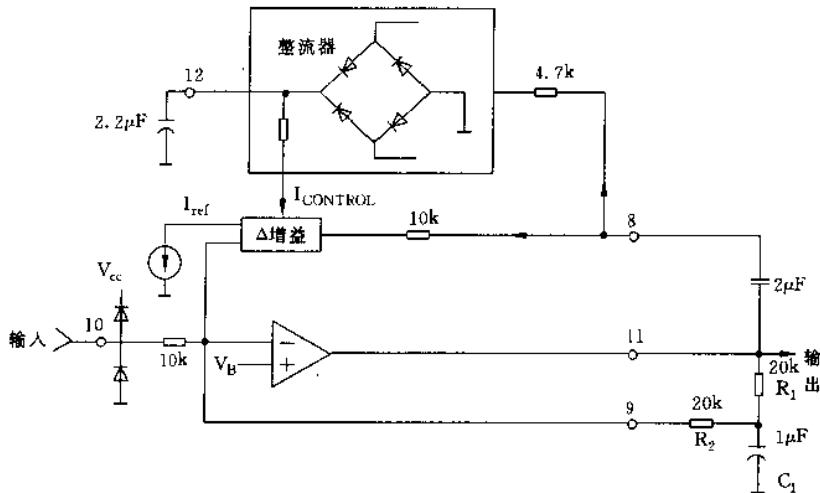

图 2-31
⑤扩展器输入——引脚⑤。输入阻抗定为  $3.2\text{k}\Omega$ , 额定的信号范围为  $3.16\text{mV}_{\text{rms}}$  到  $316\text{mV}_{\text{rms}}$ 。与信号源必须用电容连接。
⑥ $V_B$ ——引脚⑥。内部的基准电压额定为  $V_{\text{cc}}/2$ 。这是一个 AC 地线, 必须滤波良好以获得高电力供应抑制和低的串音。
⑦接地——引脚⑦。接到一个彻底的电源地线上。
⑧压缩器反馈——引脚⑧。输入到压缩器可变增益级与整流器, 正常情况下, 信号是由压缩器的输出(引脚⑪)提供的, 输入阻抗额定为  $3.2\text{k}\Omega$ 。
⑨反向输入——引脚⑨。反向输入到压缩器放大器, 正常情况下, 它是通过滤波 DC 反馈通道接到压缩器的输出。
⑩压缩器输入——引脚⑩。输入阻抗额定是  $10\text{k}\Omega$ , 额定信号范围是  $100\mu\text{V}_{\text{rms}}$  到  $1.0\text{V}_{\text{rms}}$ , 与信号源必须用电容连接。
⑪压缩器输出——引脚⑪。压缩器放大器的输出。
⑫压缩器滤波器——引脚⑫。用外接电容连到全波整流器的输出。这一电容影响起动和衰减时间以及低频的精确度。
⑬ $V_{\text{cc}}$ ——引脚⑭。电源引脚, 连接到一提供  $2.1\sim7.0\text{V}$  之间电压的电源上。额定电流消耗为  $3.5\text{mA}$ 。
(3)压缩器是一个运算放大器, 在它的反馈回路中具有固定的输入电阻和一个可变的增益单元, 如图 2-31 所示。